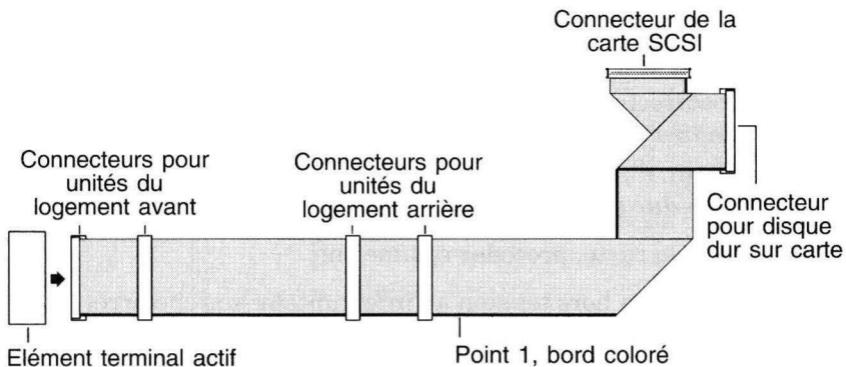

Figure 4. Câble en nappe SCSI à 50 points
4. Observez le câble en nappe SCSI à 50 points représenté à la figure 4. Localisez l'extrémité que vous allez connecter à la carte. Notez que le bord coloré du câble correspond au point 1.